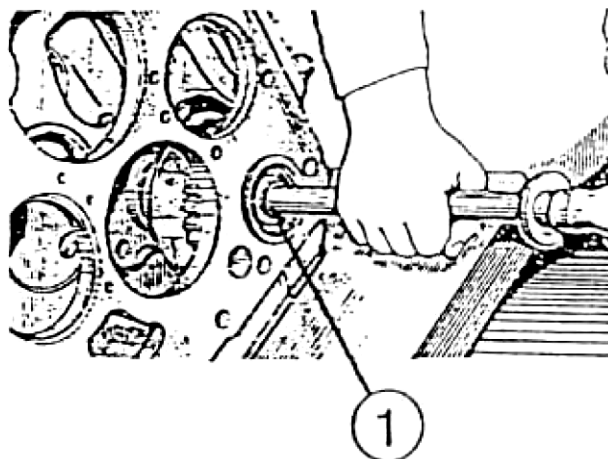

Рисунок 5.5
3) используя проставку из мягкого металла (бронза и др.), выбейте вал 1 (рисунок 5.5) в сборе вперед по ходу движения трактора;